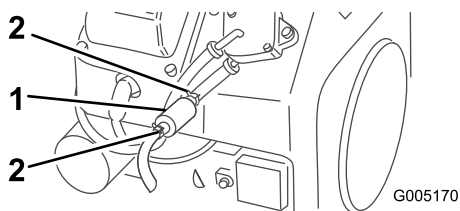

Figure 28
4. Pincez les extrémités des colliers et éloignez les colliers du filtre (Figure 28).
5. Placez un bac de vidange sous les conduites d'alimentation pour recueillir le carburant qui s'écoule, puis enlevez le filtre des conduites (Figure 28).